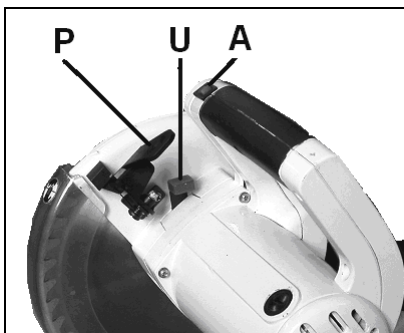

Рис. 3
Разблокируйте вал пилы с помощью клавишного блокировочного выключателя вала пилы (U, Рис. 3) и освободите прижимной винт пильного диска, применяя для этого гаечный ключ (T).